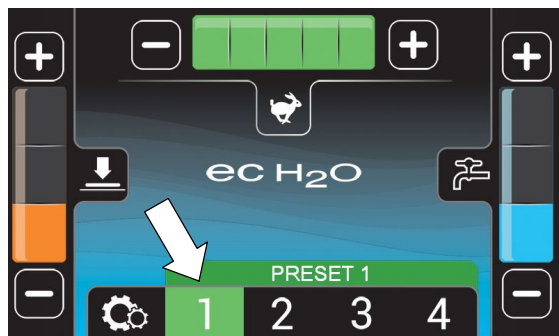

ABB. 55
8. Drücken Sie die Zoneneinstellungsnummern für schnellen Betrieb (Abbildung 55). Die Zonennummer wird bei Aktivierung grün. Jede Zoneneinstellungsnummer ist werksseitig mit verschiedenen Frischwasserdosierungen, Anpressdrücken und maximalen Schrubbgeschwindigkeiten konfiguriert.